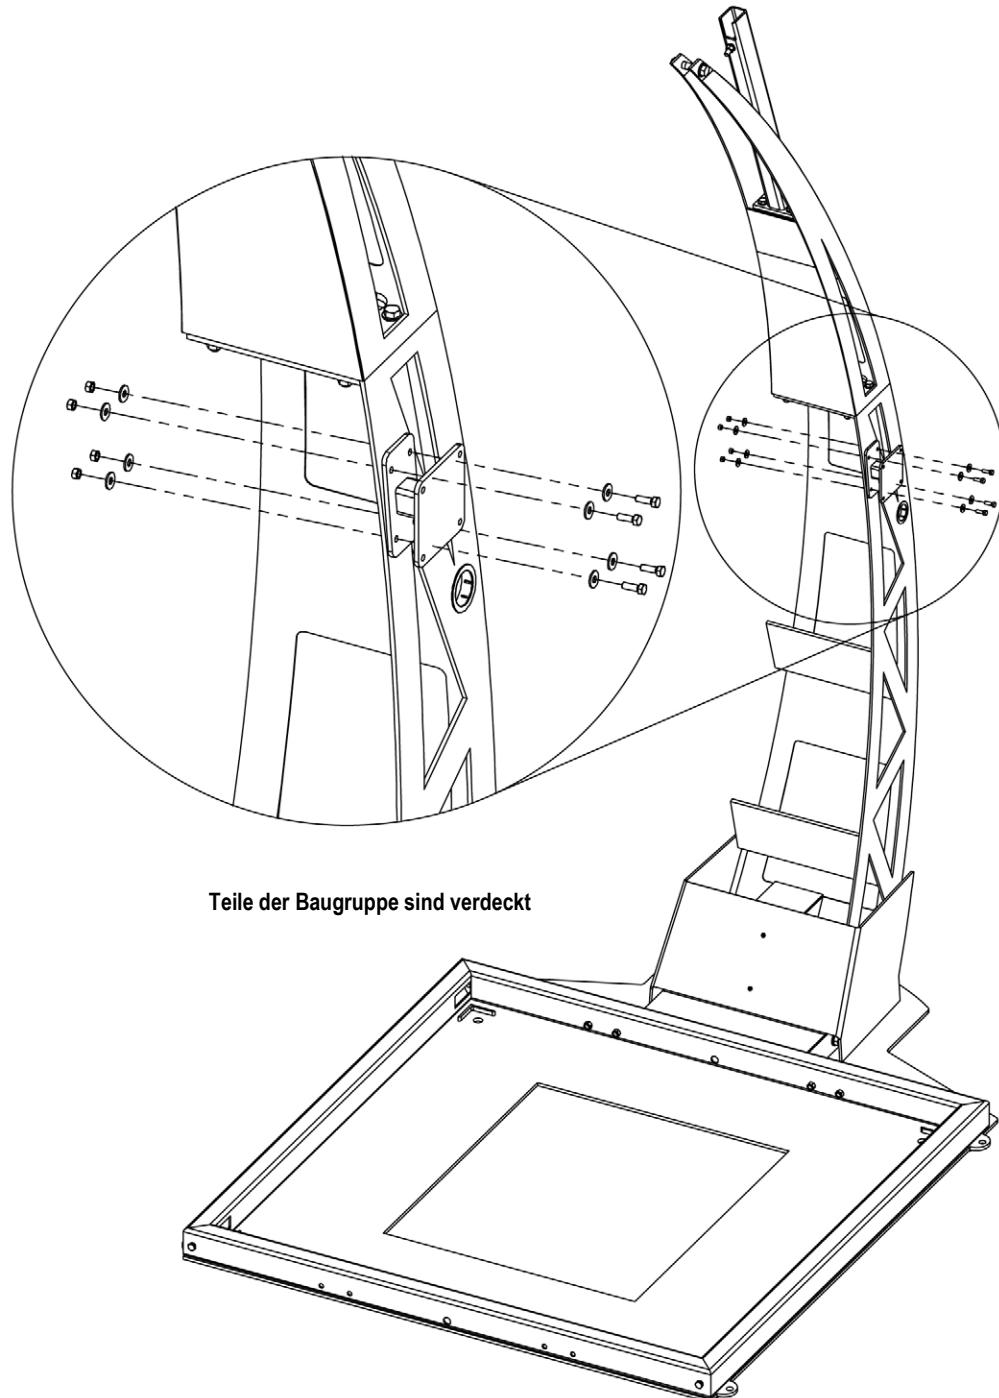

Abbildung 3-12. Kiosk-Montagehalterung
**HINWEIS:** Der Kiosk kann an beiden Seiten der unteren Turmbaugruppe montiert werden. Wenn der Kiosk auf der gegenüberliegenden Seite der Baugruppe montiert werden soll (wie in Abbildung 3-12 gezeigt), muss die Kiosk-Halterung um 180° gedreht werden.